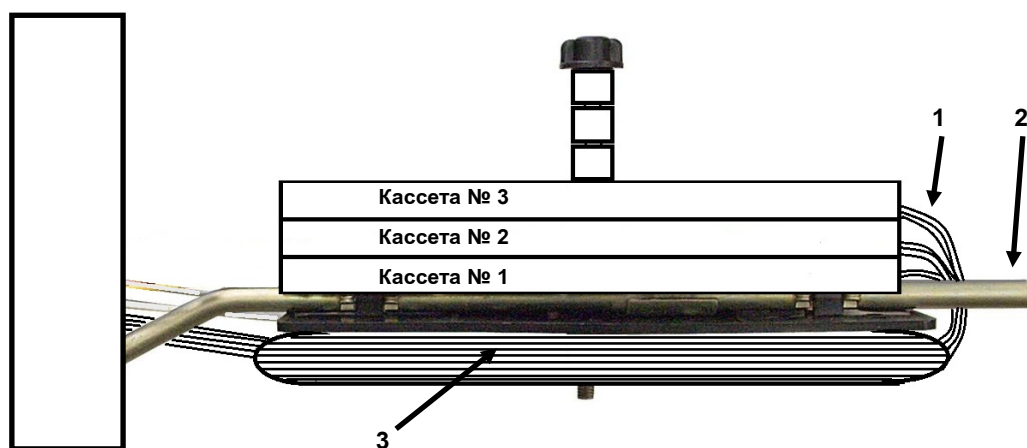

Рис. 2. Муфта МТОК-А1/216 с тремя кассетами типа КТ-3645:
1.3. В муфтах МТОК-А1/216 с одной кассетой модули сразу, со стороны оголовника вводят на кассету. Но при установке нескольких кассет с необходимостью оставления запаса в модулях используют вариант монтажа, показанный на рис. 2.